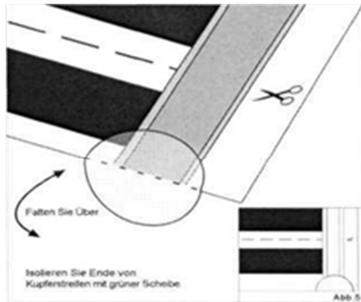

Bild 1
- Das Folienheizelement kann nur an den Trennlinien (siehe Bild 1) gekürzt werden.
- Nach dem schneiden ist der Bereich des Kupfers mit einem beiliegenden grünen Polyester (Verpackungsinhalt) zu isolieren (siehe Bild 1).
- Die Anschlüsse des Heizelementes werden (wie im Bild 1 dargestellt) in der Isolierung ausgeschnitten.